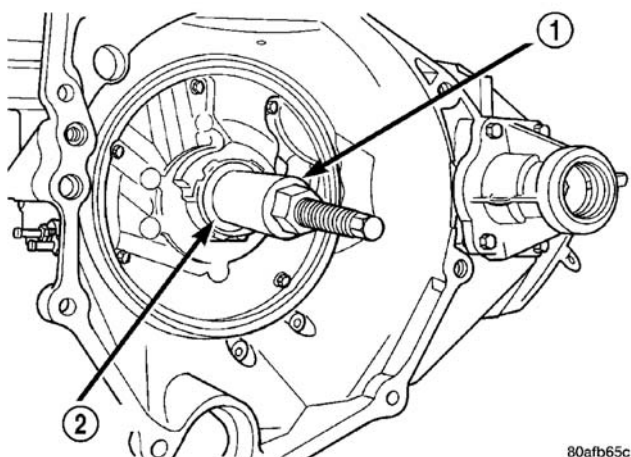

图 298 拆卸油泵油封
(1) 从车辆上拆卸变速驱动桥（参见 21-变速器/变速驱动桥/自动-41TE-拆卸）。
(2) 使用工具 C-3981-B，拆下油泵油封(图 298)。